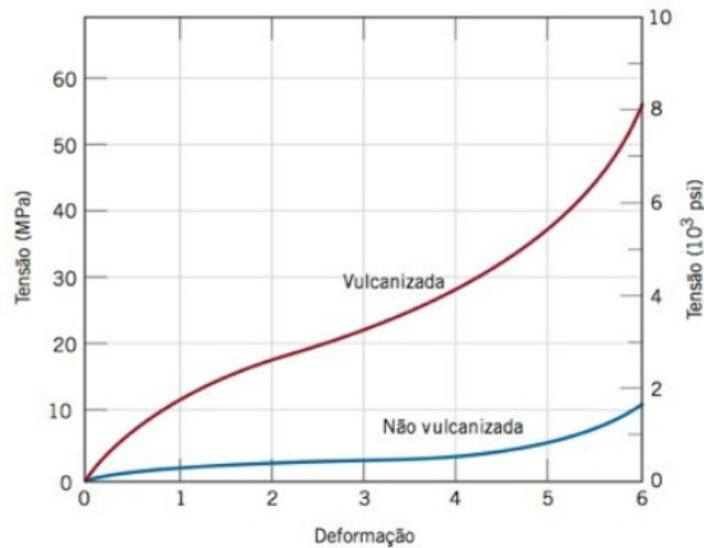

Figura 2 - Curvas tensão-deformação para borrachas naturais e não-vulcanizadas.
5. Suponha que você recebeu os resultados de ensaios de tensão-deformação realizados para uma amostra de acetato de celulose obtidas à várias temperaturas como representado na Figura 2. Quais informações podem ser obtidas a partir da análise dessas curvas? Justifique.
4. Na Figura 2, podemos observar o comportamento tensão-deformação em tração para um carregamento longitudinal em relação ao alinhamento das fibras em um compósito e para a fase matriz e reforço no estado puro. A partir disso, explique como se dará o mecanismo de deformação do compósito.